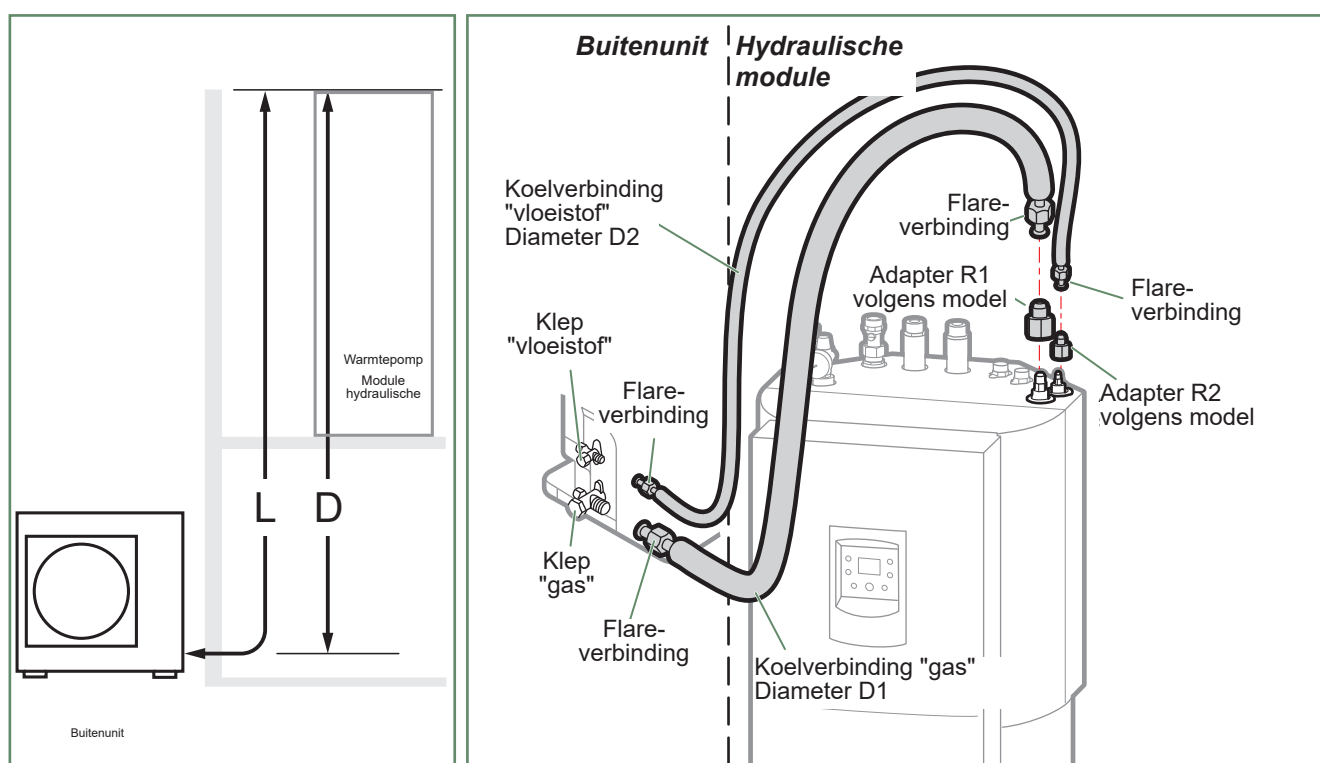

fig. 28 - Aansluiten van koudemiddelleidingen (toegestane diameters en lengtes)
- Naargelang het geval, een adapter (verloopstuk) 3/8" - 1/4" of 5/8" - 1/2" aansluiten (zie fig. 28).